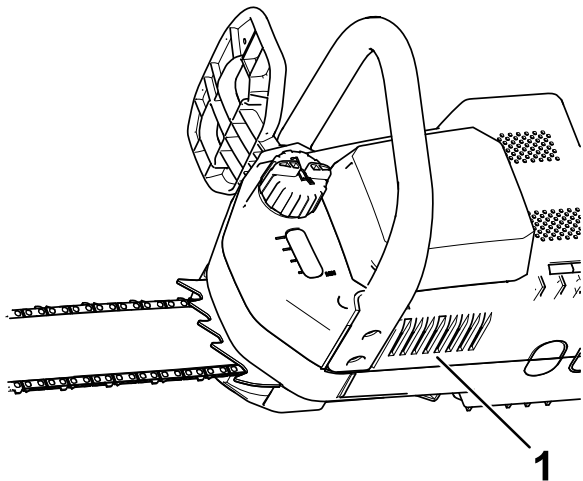
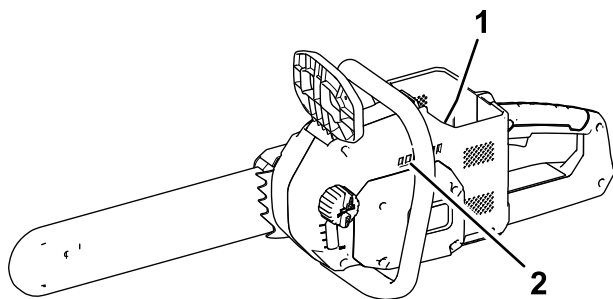

Bild 5
Bild 6
1. Stellen Sie sicher, dass die Entlüftungen an der Kettensäge (Bild 5 und Bild 6) keinen Staub und keine Rückstände enthalten.